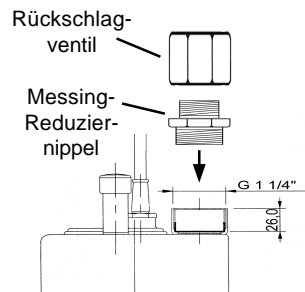

Bild 1
- Beiliegenden Messingreduziernippel entsprechend Bild 1 in den Druckausgang der Zubringerpumpe eindichten.